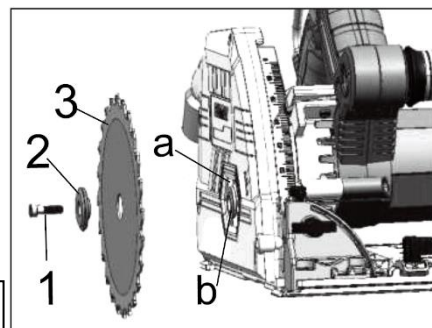

Рис.2
(См. Рис.2)
5. Установите новый пильный диск (3) согласно стрелкам направления вращения на диске и защитном кожухе ! (Рис.2).
6. Установите внешний фланец (5) и затяните крепежный болт (4) (рис. 2)